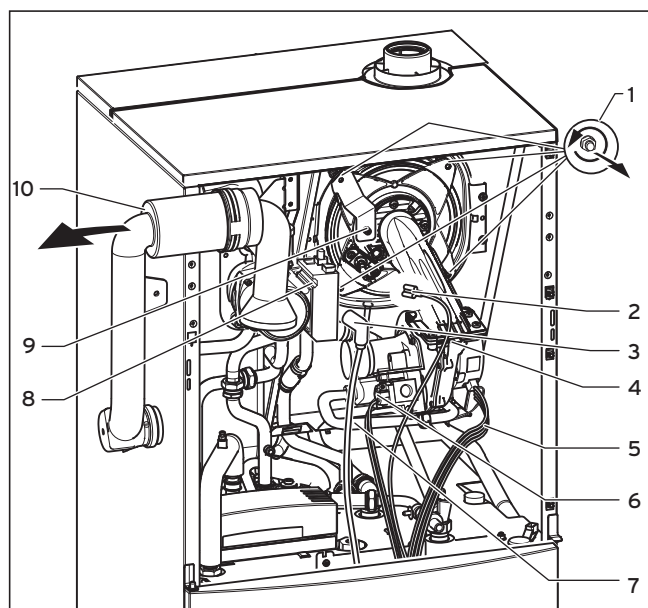

Abb. 8.2 Brennermodul ausbauen
**Legende (Abb. 8.2):**
- Trennen Sie die Gasleitung (7).
- Entfernen Sie die vier Muttern (1), siehe Abb. 8.2.
- Ziehen Sie das Brennermodul (4) vom Integral-Kondensations-Wärmetauscher (8) ab, siehe Abb. 8.2.